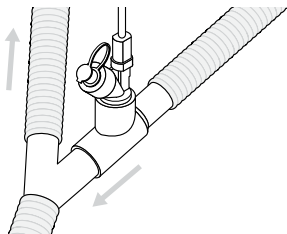

Figure 5. Raccordement de l'Aerogen Solo à un circuit respiratoire pour adultes
1. Pour les **circuits respiratoires de 22 mm pour adultes**, raccorder le nébuliseur muni de la pièce en T pour adultes à la branche inspiratoire du circuit en amont du raccord en Y (figure 5).
Pour les **circuits respiratoires pour enfants**, de 15 mm, raccorder le nébuliseur muni de la pièce en T pour enfants à la branche inspiratoire du circuit en amont du raccord en Y, comme illustré pour la pièce en T pour adultes à la figure 5.